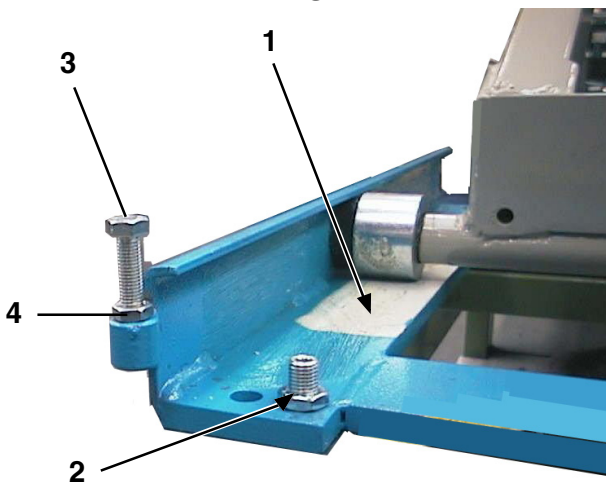
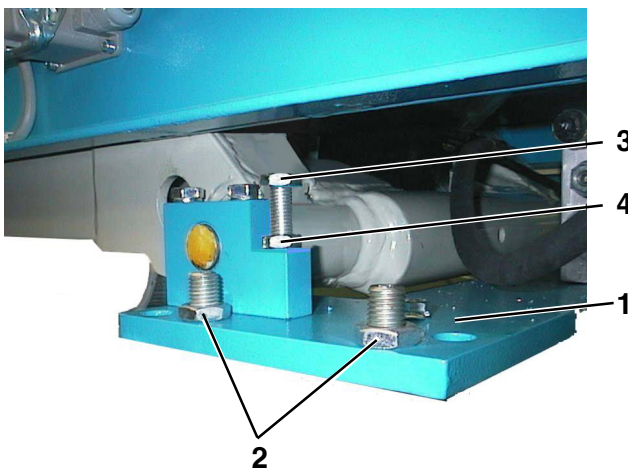

Fig. 35
Fig. 36
- Assicurarsi della perfetta planarità delle basi prendendo come riferimento le superfici scorrimento rulli **1 (Fig. 35)** e appoggio blocco fulcri bielle **1 (Fig. 36)**: se necessario agire sulle viti di livellamento **2 (Fig. 35 e Fig. 36)** ma in questo caso ripristinare il contatto base-pavimento su tutta la superficie con adeguato spessoramento (questo per evitare successive flessioni delle basi).
- Check bases for perfect levelness and keep roller sliding surfaces (**1, Fig. 35**) and con-rod fulcrum block bearing surfaces (**1, Fig. 36**) as locating points. Turn levelling screws (**2, Fig. 35 and Fig. 36**), if necessary. Should this case be, the lift base must fully rest onto the ground so to avoid possible deflection of the bases. Use shims, if necessary.
- Sicherstellen, dass die Untergestelle perfekt eben ausgerichtet sind, dabei die Rollgleitoberflächen (**1 Abb. 35**) und die der Auflage der Pleuelanschwenkeinheit (**1 Abb. 36**) als Bezug genommen werden: Bei Bedarf durch Betätigen der Gleichlaufregelungsschrauben einstellen (**1 Abb. 35 und Abb. 36**), auf diese Weise muss jedoch die Untergestell-/Bodenkontaktfläche auf der gesamten Oberfläche mit angemessenen Keilen wieder hergestellt werden (um eine übermäßige Biegung der Untergestelle zu vermeiden).
- Vérifier que la planéité des bases est parfaite en prenant comme référence les surfaces de glissement rouleaux **1 (Fig.35)** et d'appui bloc entablures bielles **1 (Fig.36)**: si nécessaire, agir sur les vis de nivellement **2 (Fig. 35 et Fig.36)** mais, dans ce cas, rétablir le contact base-sol sur toute la surface avec une cale appropriée (ceci afin d'éviter des flexions successives des bases).
- Controlar que las bases estén perfectamente planas, tomando como puntos de referencia las superficies de deslizamiento rodillos **1 (Fig. 35)** y apoyo bloque articulación bielass **1 (Fig. 36)**; si es necesario, actuar en los tornillos de nivelación **2 (Fig. 35 y Fig. 36)** pero en este caso restablecer el contacto base-pavimento en toda la superficie por medio de espesores adecuados (esto para evitar sucesivas curvaturas de las bases).